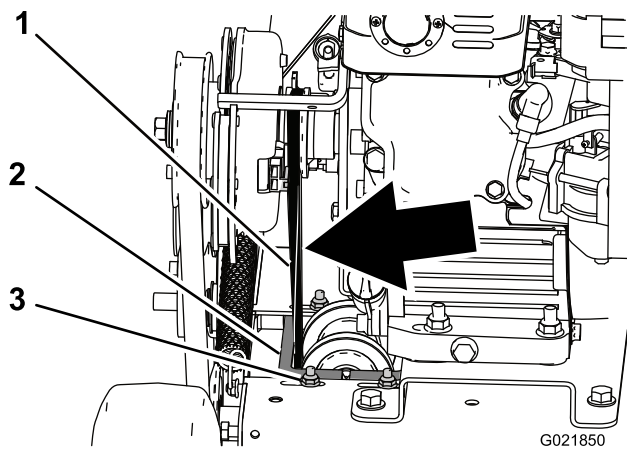

Figure 25
4. Contrôlez la tension de la courroie. Elle doit présenter une flèche maximale de 6 mm (1/4 po) quand une pression modérée est exercée sur le brin juste au-dessus du cadre de la machine (Figure 25).
5. Pour tendre la courroie, desserrez les 4 écrous et boulons qui fixent le support de poulie au cadre et déplacez le support vers la gauche, ce qui tend la courroie, puis resserrez les 4 écrous et boulons (Figure 25).